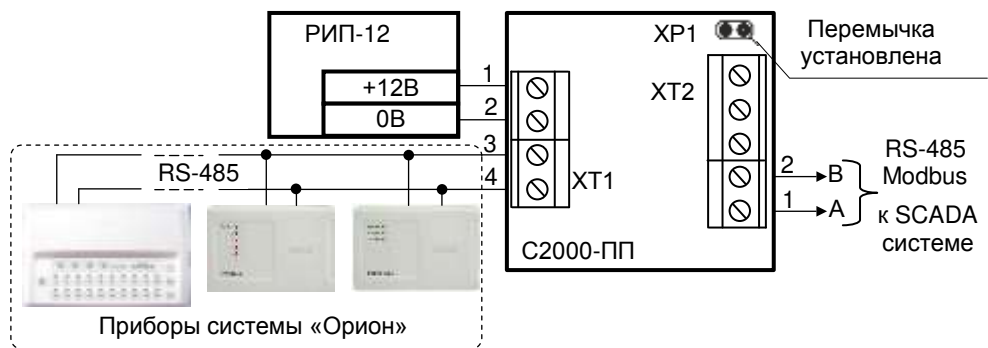

Рисунок 6. Подключение преобразователя «C2000-ПП» в режиме «Орион-Master»
4.1.8 На рис. 6 и 7 показаны схемы подключения C2000-ПП в режиме «Орион-Master» и «Орион-Slave» соответственно.
4.2.1 Подключите к клеммам XT2.1 и XT2.2 преобразователя линии А и В интерфейса RS-485 «Modbus/TD» (рис. 6 и 7) в случае, если преобразователь используется для: